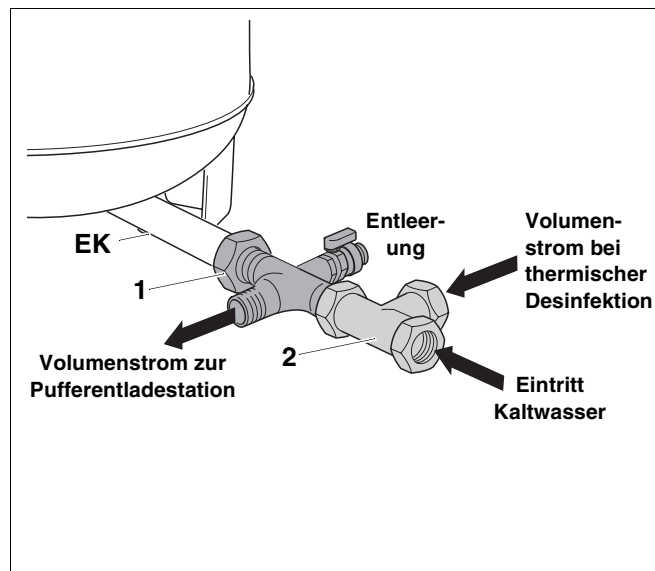

Abb. 8 Kaltwasseranschluss mit Hilfe Speicheranschluss-Set montieren
Zusätzlich zum Kreuzstück (Abb. 8, **Pos. 1** – gehört zum Speicheranschluss-Set) müssen Sie bauseitig ein T-Stück (Abb. 8, **Pos. 2**) montieren.
- Dichten Sie das Kreuzstück (Abb. 8, **Pos. 1**) am Eintritt Kaltwasser (EK) des Vorwärmerspeichers ein und montieren Sie es.
- Dichten Sie das T-Stück (Abb. 8, **Pos. 2**) ein, und verschrauben Sie es mit dem Kreuzstück.